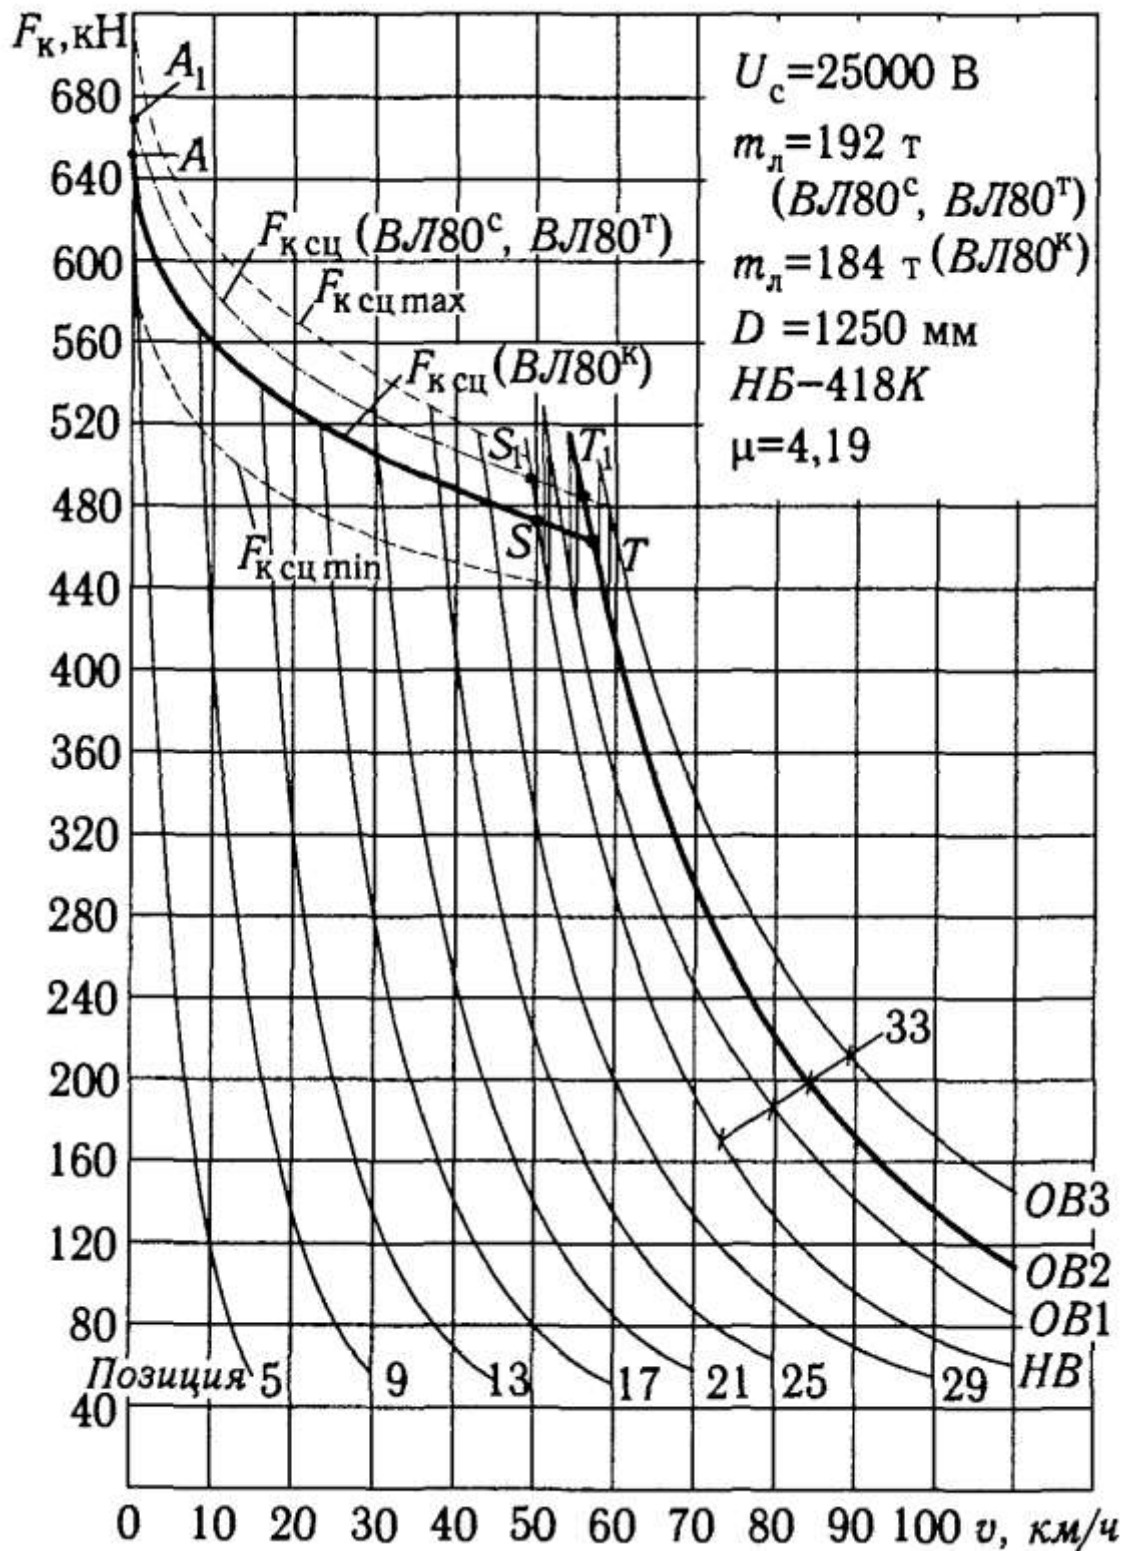

Рис. 7.1 Тяговые характеристики электровозов ВЛ80с, ВЛ80т, ВЛ80к
3.1 Удельные силы тяги рассчитываем по тяговым характеристикам электровоза **ВЛ80с** (см. рис. 7.1) при заданных режимах. При разгоне используем штрихпунктирную ограничивающую линию А1S1 на тяговых характеристиках.